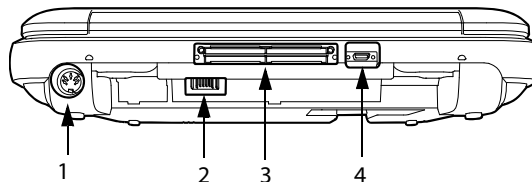

Рис. 2 Разъемы на задней панели системы: (1) входной разъем линии постоянного тока, (2) аккумулятор, (3) разъем ввода/вывода и (4) разъем для ЭКГ
- 1 Подсоедините кабель питания постоянного тока от блока питания к разъему питания системы. См. Рис. 2 на стр. 1.